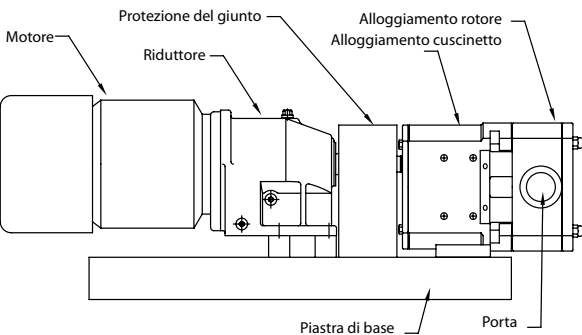
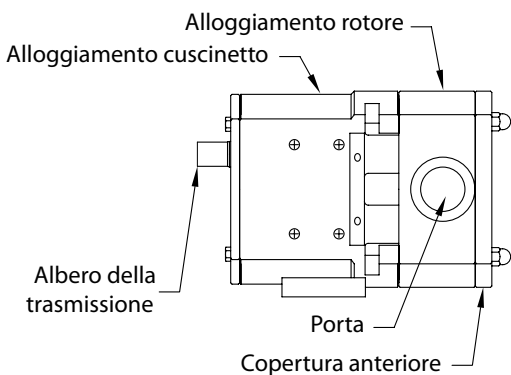

Fig. 1.0
Fig. 1.1
**UNIBLOC-PD** è una pompa volumetrica rotativa a lobi. Può essere fornita con un'unità di trasmissione (Fig. 1.0) o senza unità di trasmissione (Fig. 1.1). Quando fornita con un'unità di trasmissione è chiamata **GRUPPO UNIBLOC-PD**. La Fig. 1.0 indica le varie parti di un gruppo UNIBLOC-PD può essere fornita in 4 diverse serie; serie 5000 con alloggiamento cuscinetto in acciaio inossidabile, 4000A con alloggiamento cuscinetto in alluminio anodizzato o 4000B con alloggiamento cuscinetto in alluminio verniciato e serie 3000 con alloggiamento cuscinetto in acciaio. Modelli diversi sono disponibili per ciascuna serie. Tab. 1.0 mostra l'alloggiamento del cuscinetto della pompa e il relativo modello. Ciascun modello può essere montato con porte di ingresso e di uscita in orientamento orizzontale o verticale. L'orientamento può essere modificato usando un piede per orizzontale o un piedistallo per verticale. L'orientamento della porta deve essere specificato al momento dell'ordine.